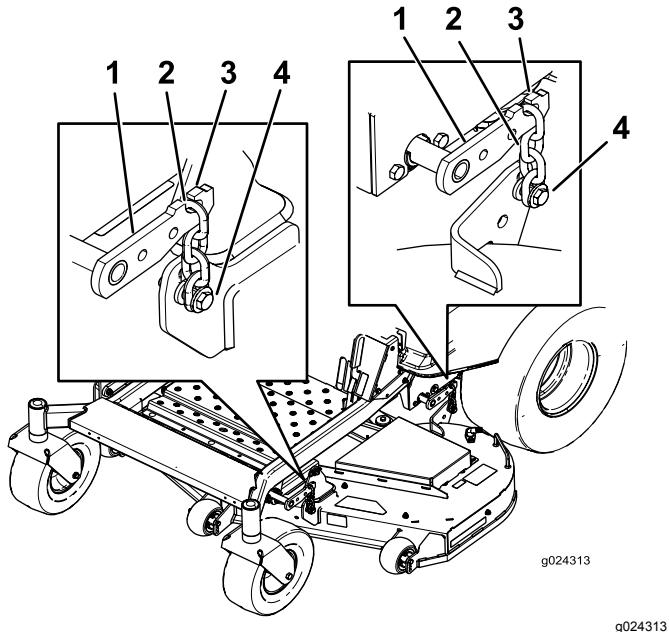

Figure 64
5. Desserrez les écrous de réglage aux quatre coins de sorte que le tablier repose bien sur les quatre cales (Figure 64).
6. Vérifiez que les quatre chaînes sont tendues (Figure 64).
7. Resserrez les quatre boulons de réglage (Figure 64).